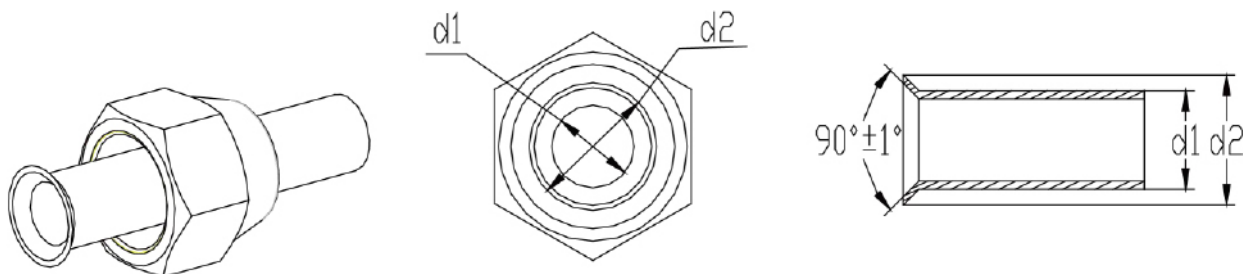

Fig. 10
- (1) Utilisez le coupe-tuyau pour découper le tuyau de raccordement s'il est déformé.
- (2) Orientez le tuyau vers le bas si des morceaux de ferraille pénètrent à l'intérieur au cours de la découpe. Éliminez les bavures après la découpe.
- (3) Retirez l'écrou d'évasement raccordant le tuyau de raccordement intérieur à l'unité extérieure. Utilisez ensuite l'outil d'évasement pour fixer l'écrou d'évasement dans le tuyau (comme indiqué dans la Fig.10).
- (4) Vérifiez si la pièce est évasée de manière uniforme et si elle présente des cassures.